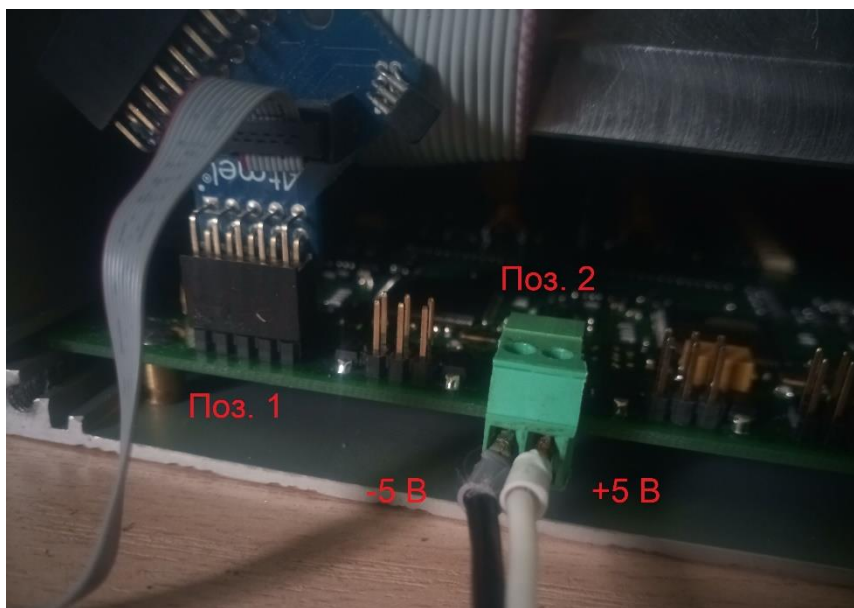

Рисунок 4. Подключение источника питания и жгута программатора для программирования первого микроконтроллера
1.3.2.3 Подключить жгут программатора к разъему для программирования первого микроконтроллера платы управления УБГ (поз.1 рисунок 4). Подключить разъем источника питания 5 В постоянного тока к разъему платы управления УБГ (поз.2 рисунок 4) (полярность подключения показана на рисунке). Включить питание.